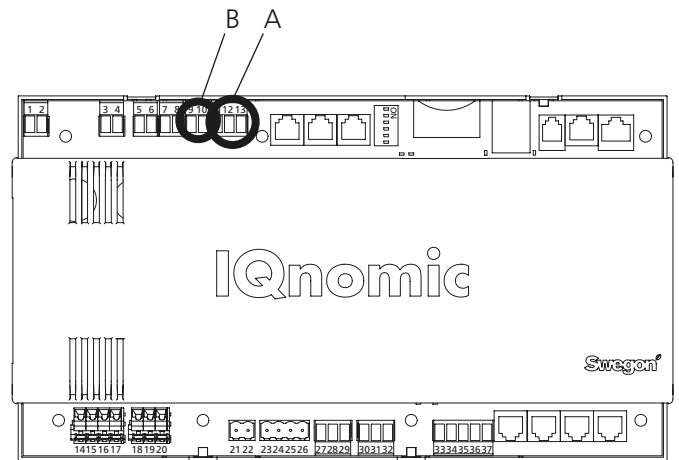

Abb. 6
Spannungszufuhr 24 VAC an die Anschlussklemmen Vin+ (24) und GND (23) anschließen. Die Spannungszufuhr kann von der Steuereinheit des Gerätes aus erfolgen, siehe unten und B in Abb. 6.
Das Netzwerk von der Kommunikationseinheit GOLDen GATE an die Steuereinheit COMPACT (A in Abb. 6). Ein Kabel mit drei Leitern verwenden.